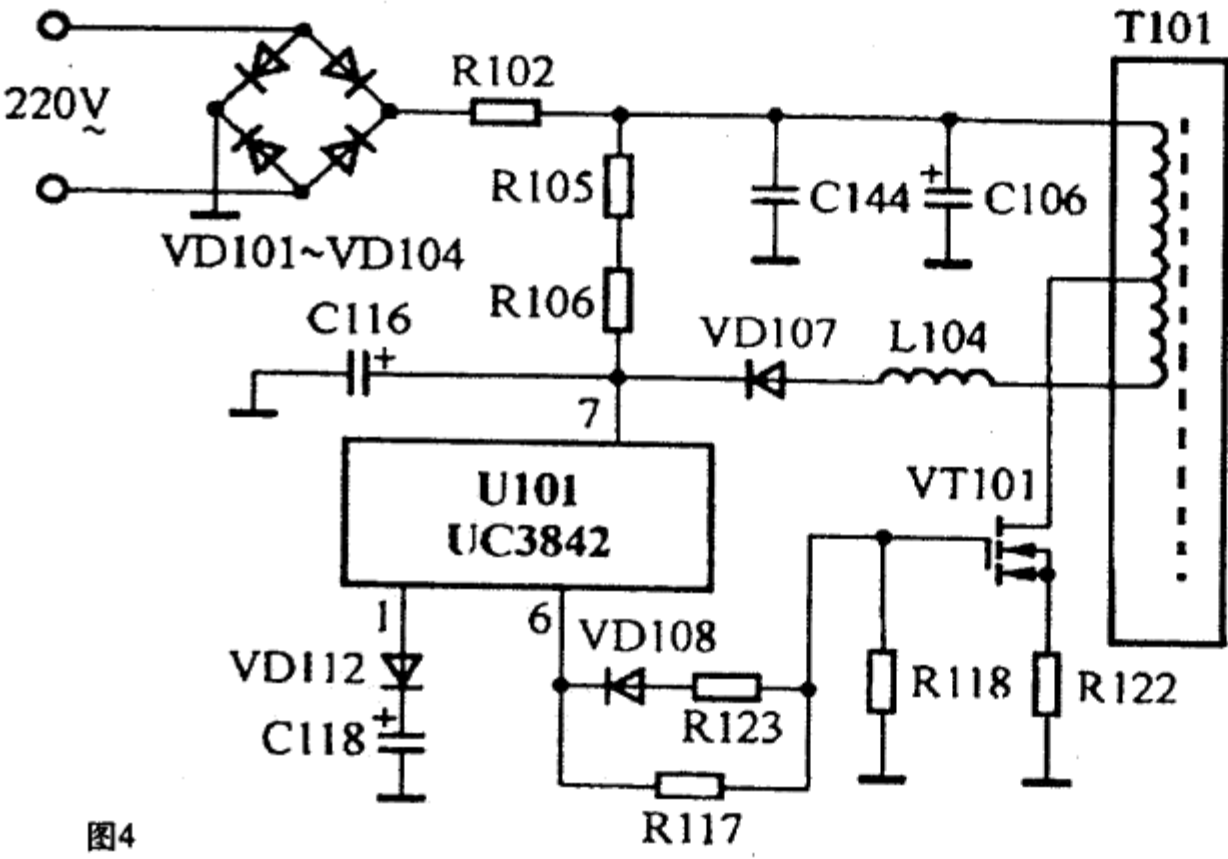

图 4
该机主电源启动电路的最大特点是软启动电路的特殊设计，与一般机型的软启动明显不同。原理如下（有关电路如图4所示）：按下电源开关后，300V的整流电压经启动电阻R105、R106对电解电容C116充电。当C116正极电压达到16V以上时，U101（UC3842）第⑦脚内部的基准电压发生器产生5V的电压，并由第⑧脚输出，U101内部的振荡器工作，从第⑥脚输出脉宽可调的脉冲电压，经R617送至开关管Q101的栅极，使其进入工作状态。该机软启动的原理与特殊性，就在于对第⑥脚输出脉冲的特殊控制上。